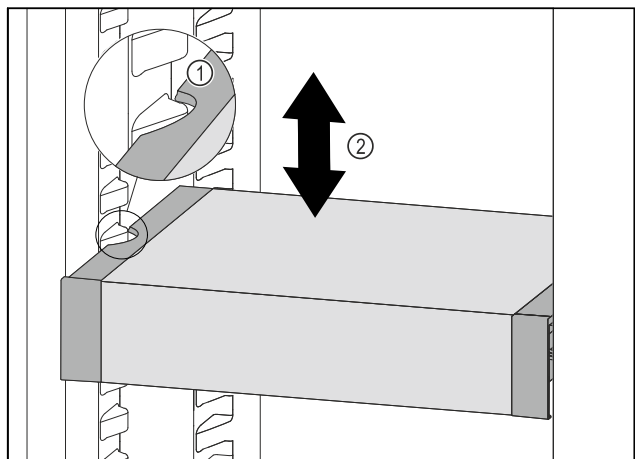

Fig. 106
- ▶ VarioSafe vucite prema naprijed sve dok se bočni otvori VarioSafe ladice ne nađu na visini žlijeba spremnika u hladnjaku. Fig. 106 (1)
- ▶ Pomičite ladicu VarioSafe u hladnjaku prema gore ili dolje sve dok ne dosegnete željenu visinu. Fig. 106 (2)